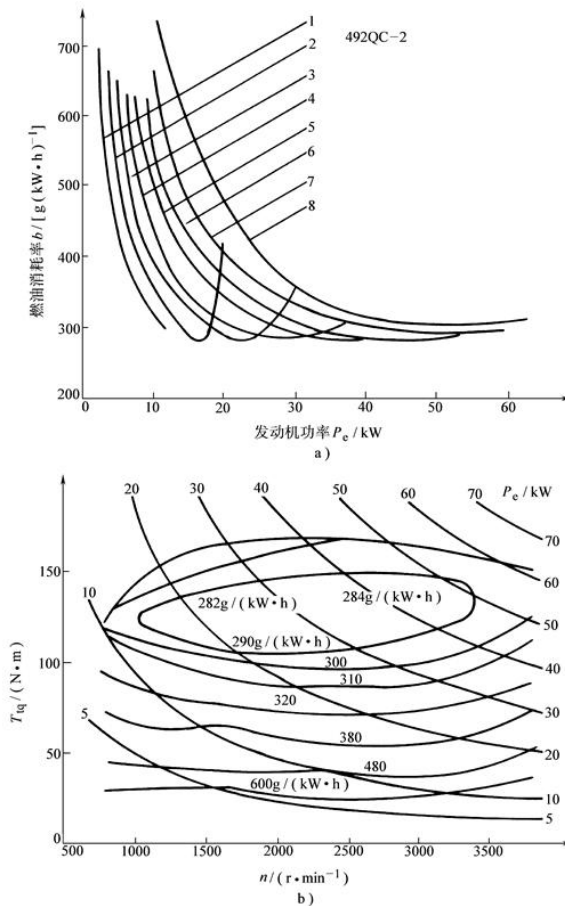

图2-1 汽油发动机的负荷特性与万有特性
- 2.18 图 2-1 是某轻型货车汽油发动机的负荷特性与万有特性，货车的其他参数与题 1.37 相同。负荷特性曲线的拟合公式为
**2.19** 某轿车按给定的速度变化曲线作加速行驶，请根据汽油发动机的万有特性曲线如图 2-1 所示，计算加速过程中的燃油消耗量。已知发动机的功率  $P = 30 \text{ kW}$ ，初始车速  $u_{a0} = 10 \text{ km/h}$ ，经过时间  $\Delta t_1 = 2 \text{ s}$ ，车速达到  $40 \text{ km/h}$ ；又经过时间  $\Delta t_2 = 4 \text{ s}$ ，车速达到  $60 \text{ km/h}$ ；再经过时间  $\Delta t_3 = 4 \text{ s}$ ，车速达到  $90 \text{ km/h}$ 。等速单位时间油耗计算公式为  $Q_t = \frac{Pb}{367.1\gamma}$ ，其中  $b$  为燃油消耗率 [ $\text{g}/(\text{kW}\cdot\text{h})$ ]，汽油重度  $\gamma = 7 \text{ N/L}$ 。